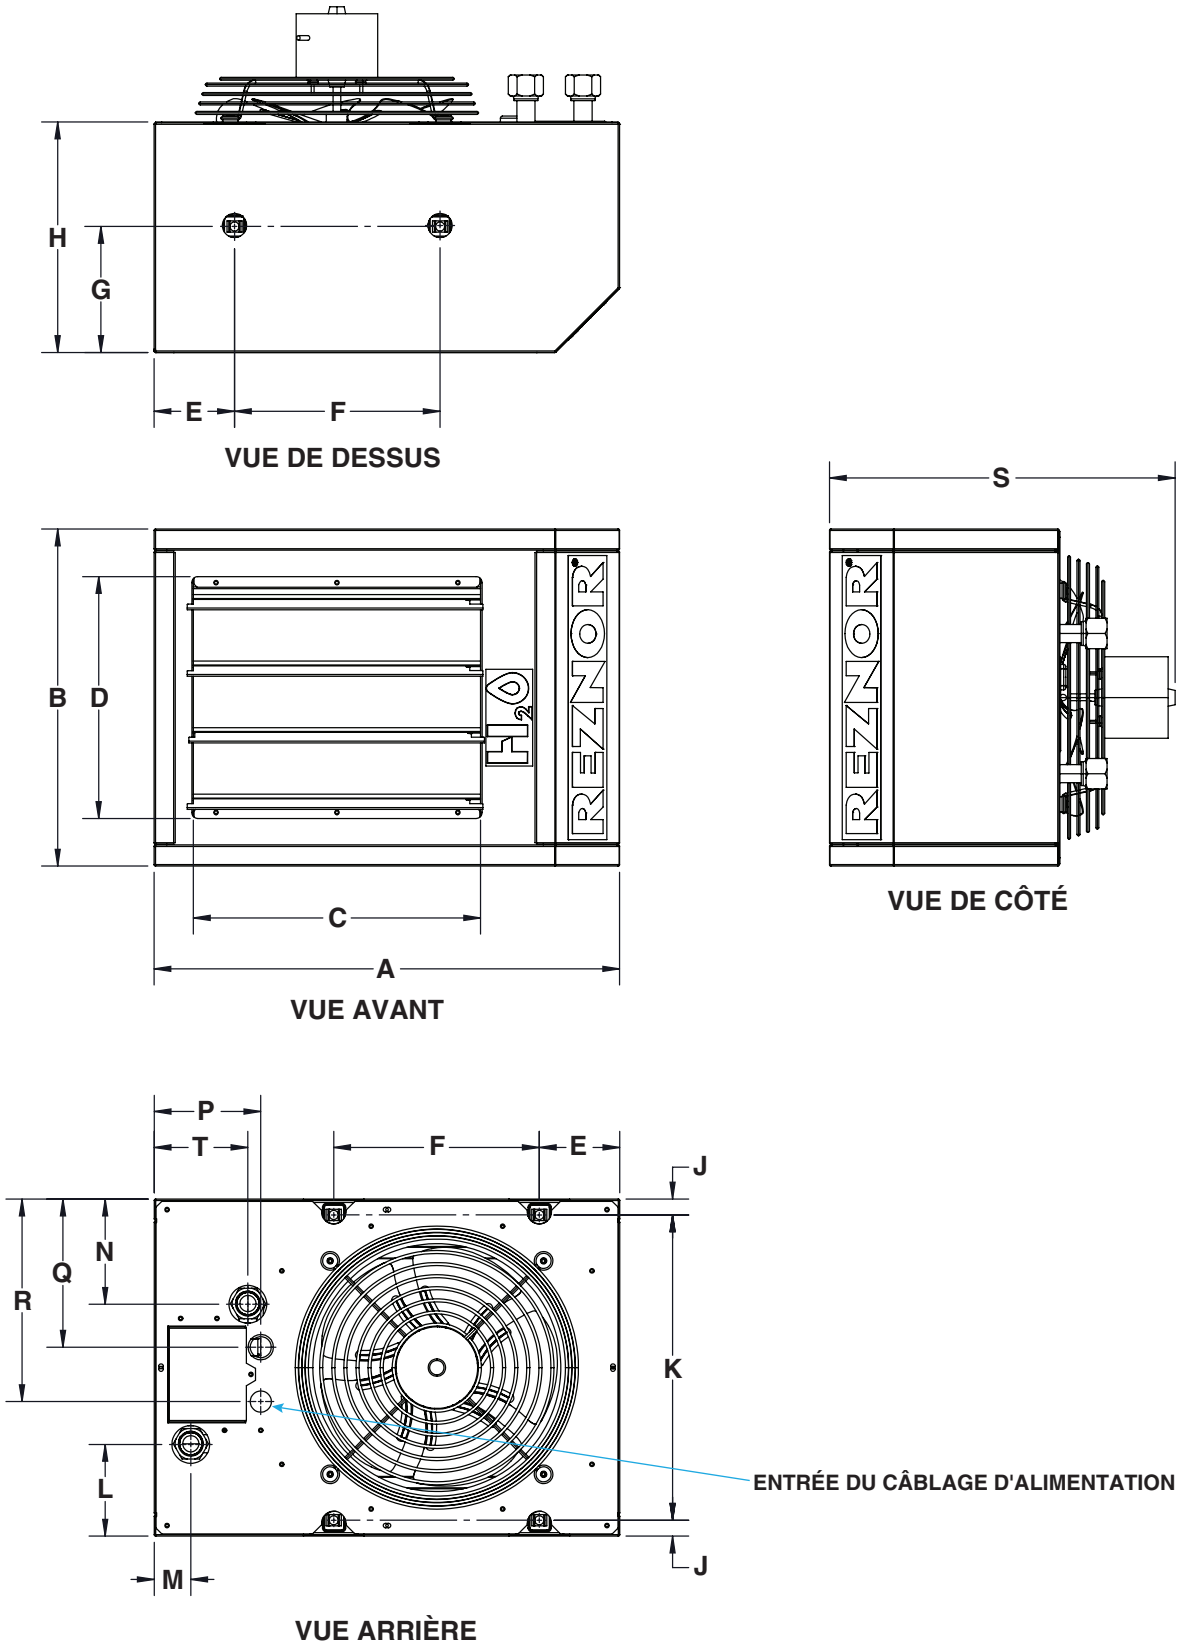

Figure 1. Dimensions (reportez-vous au Tableau 4)
*Voir Figure 1.
Acheminez le câblage d'alimentation 115 V et tout câblage de commande 115 V à travers l'entrée de câblage illustrée à la **Figure 1** et effectuez les connexions à l'intérieur du compartiment électrique. Assurez-vous de fermer et de sécuriser la porte du compartiment électrique.